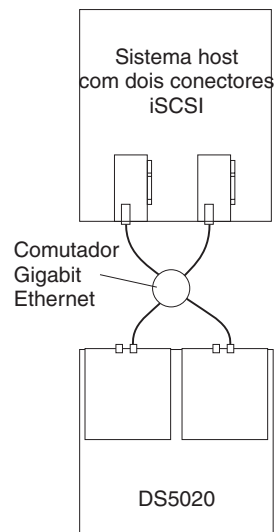

Figura 61. Exemplo de uma configuração de um único host com múltiplas portas
- Configuração de um único host com múltiplas portas, como mostrada na Figura 61 na página 96
A Figura 61 mostra um exemplo de configuração de um único host com múltiplas portas. Um sistema que usa múltiplas portas iSCSI pode fornecer melhor desempenho em comparação com uma conexão iSCSI com uma única porta.